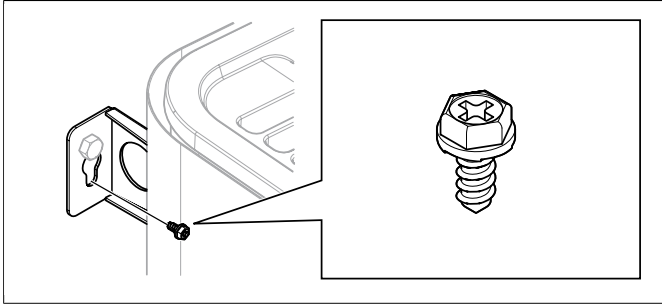

Fig 11: Vis de fixation du support
9. Immobiliser le poêle au moyen de la vis de fixation se **Fig 11**, page 5.